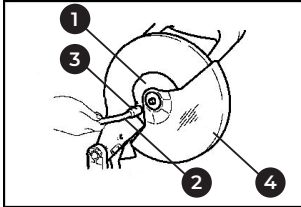
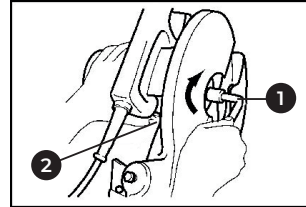

рис. 8
рис. 9
- Открутите шестигранный болт кожуха (3), повернув его против часовой стрелки.
- Поднимите кожух диска (4) и центральную крышку (1) (рисунок 8).
- Нажмите на фиксатор вала (2), чтобы заблокировать шпиндель.
- Затем снимите болт с шестигранной головкой, внешний фланец и пильный диск (рисунок 9).